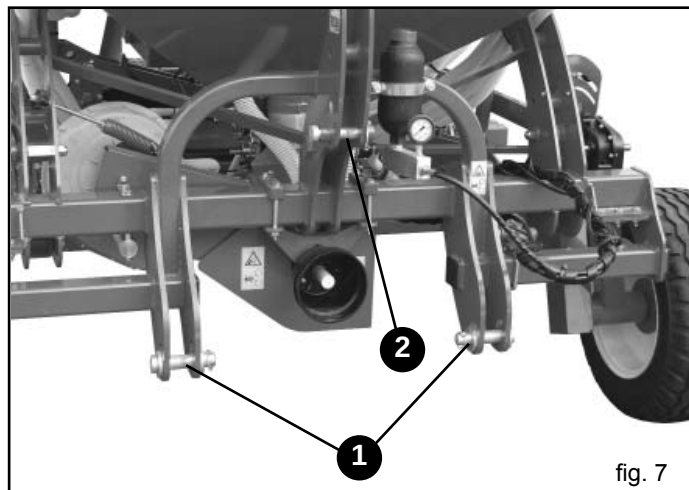
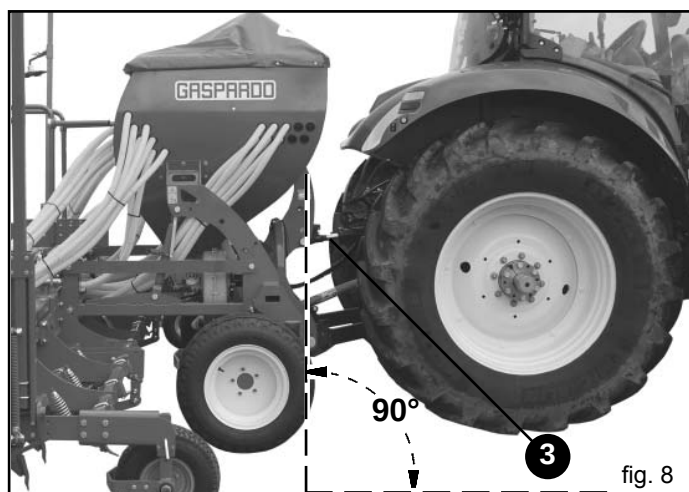

fig. 7
fig. 8
- 1) Agganciare le barre del sollevatore sui perni predisposti (1, Fig. 7). Bloccare con le copiglie a scatto.
- 2) Collegare il terzo punto superiore (2, Fig. 7); la spina va bloccata con l'apposita copiglia; mediante il tirante di regolazione (3, Fig. 8) fare in modo che la seminatrice si sia perpendicolare al terreno (Fig. 8).